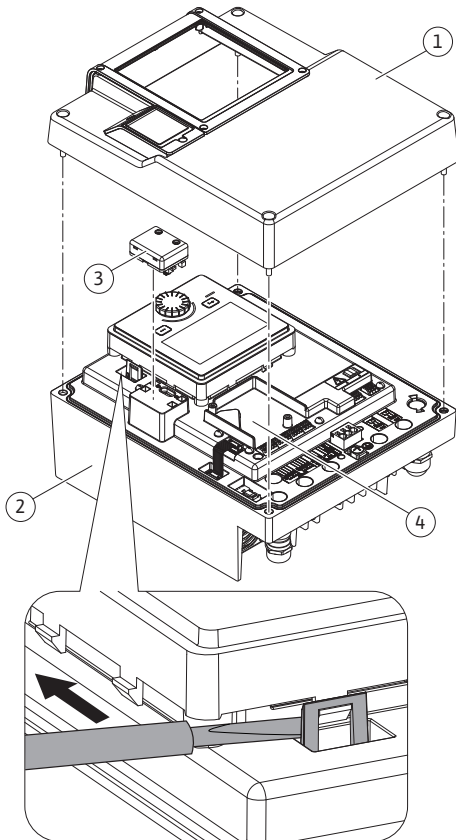
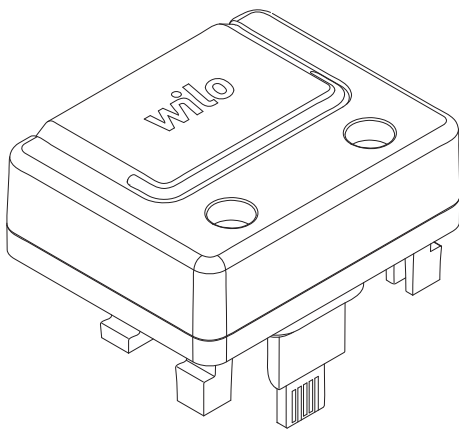

Fig. 30: Elektronikmodul
Fig. 31: Wilo-Smart Connect Modul BT
1. Schnapphaken (Fig. 30) vorsichtig mit einem Werkzeug (z. B. Schraubendreher) öffnen.
Die Bluetooth-Schnittstelle Wilo-Smart Connect Modul BT (Fig. 30, Pos. 3 und Fig. 31) dient zur Anbindung an mobile Endgeräte wie Smartphone und Tablet. In der Wilo-Assistent App befindet sich die Wilo-Smart Connect-Funktion. Mit der Wilo-Smart Connect-Funktion lässt sich die Pumpe bedienen, einstellen und Pumpendaten auslesen. Einstellungen siehe Kapitel „Inbetriebnahme“ [► 56].
1. Vier Schrauben des Elektronikmodul-Oberteils (Fig. 30, Pos 1; Fig. I, Pos. 2) lösen.
3. Wilo-Smart Connect Modul BT in die vorgesehene Schnittstelle Wilo-Connectivity Interface stecken. Siehe Fig. 30, Pos. 3.
CIF-Module (Zubehör) dienen zur Kommunikation zwischen Pumpen und Gebäudeleittechnik. CIF-Module werden im Elektronikmodul aufgesteckt (Fig. 30, Pos. 4).